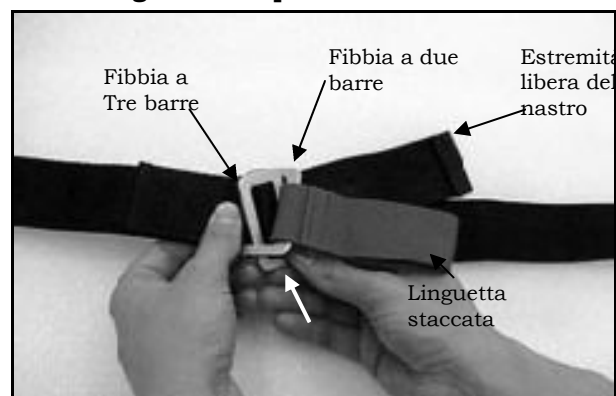

Figura 12 - Chiusura fibbia
1. Passare la fibbia a tre barre ed il nastro verso l'alto attraverso la fessura della fibbia a due barre (figura 12) Assicurarsi che la estremità libera del nastro sia completamente passata nell'a fessura.